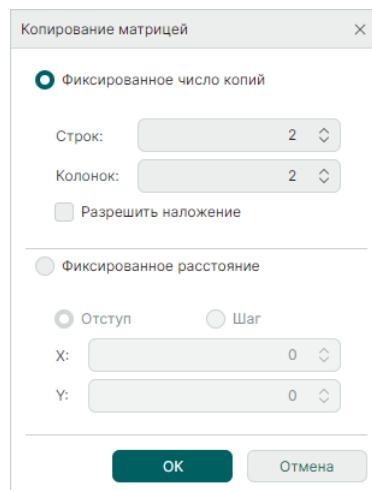

Рис. 294 Фиксированное число копий
- «Фиксированное число копий» – укажите число строк и колонок и установите при необходимости флаг в поле «Разрешить наложение» для допуска наложения копируемых объектов друг на друга, см. Рис. 294.